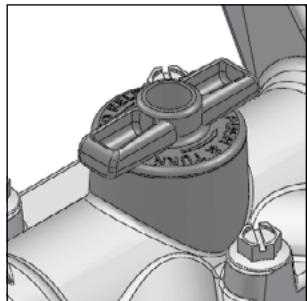

Figura 1.3
- Inserire il tappo e ruotare di  $\frac{1}{4}$  di giro in senso orario come mostrato in **figura 1.3**.